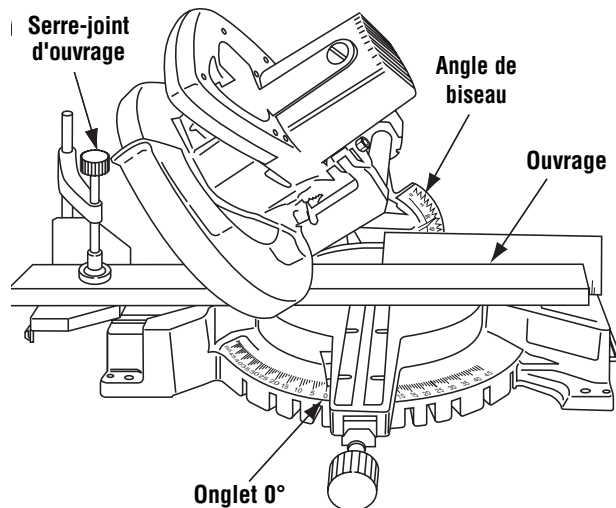

Figure 30. Coupe en biseau
1. Desserrez la poignée de blocage de biseau. Inclinez la tête à l'angle de biseau désiré. Serrez la poignée de blocage de biseau (Figure 30).